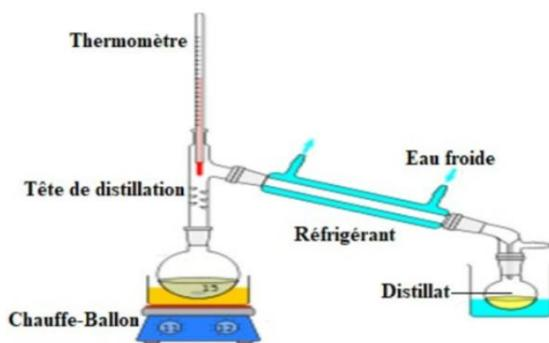

Figure 5: Schéma d'une simple distillation
- **Distillation simple:** Elle concerne d'isoler le composant le plus volatil d'un mélange liquide en exploitant leur différence de température d'ébullition (Figure 5).